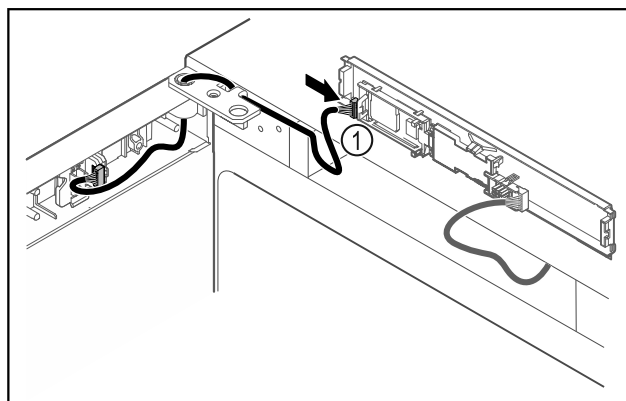

Fig. 49
- ▶ Vtič Fig. 49 (1) priključite na tiskano vezje.